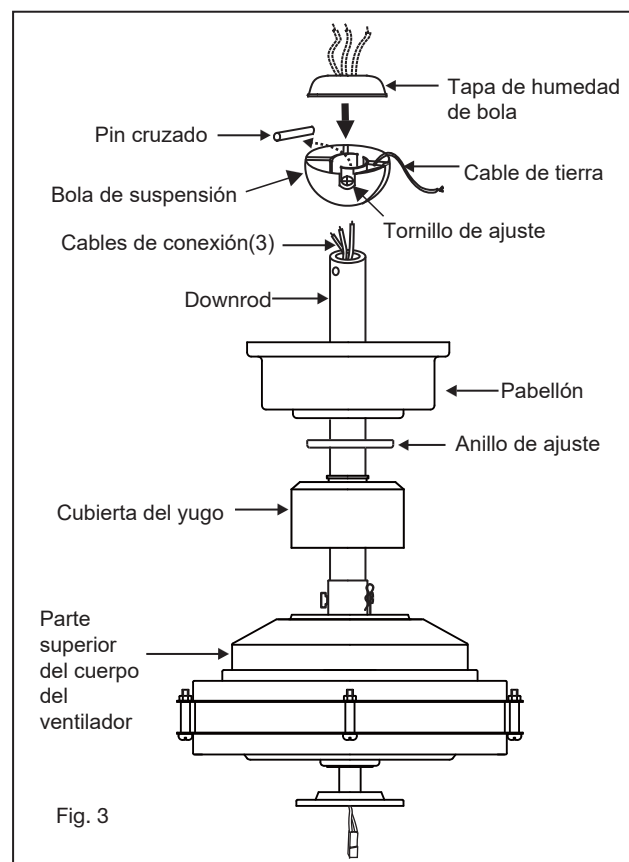

Fig. 3
- 6 Deslice la cubierta del yugo, el anillo de ajuste y la cubierta sobre la varilla. (Fig. 3)
- 8 Pase los alambres a través de los agujeros en la tapa de humedad de la bola de goma y deslice la tapa hacia abajo sobre la parte superior de la bola. (Fig. 3)
- 1 Retire la placa de pared existente y el interruptor antiguo de la caja de salida de pared. (Fig. 3)